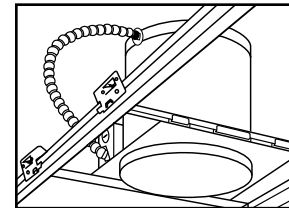
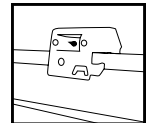

Figura 6
Figura 7
Paso 3. Coloque el accesorio en su posición y encaje el pie de la barra colgante con los clips integrales para Barras-T en las Barras-T (Figura 6). Agujeros adicionales para asegurar con alambre o con tornillos, según sea necesario (Figura 7).